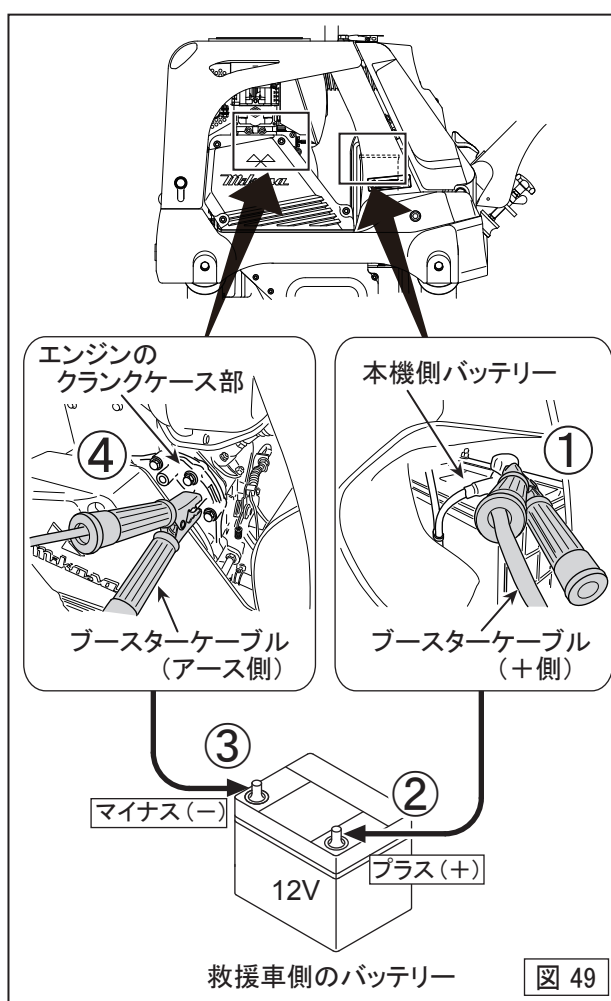

図 49
● ブースターケーブルによる始動方法(図49) (ジャンピングスタート)
- ① 本機側バッテリーの+(赤)端子
- ② 救援車側バッテリーの+(赤)端子
- ③ 救援車側バッテリーの-(黒)端子
- ④ “図49”のようなエンジンのクランクケースの突起部(アースを取る)